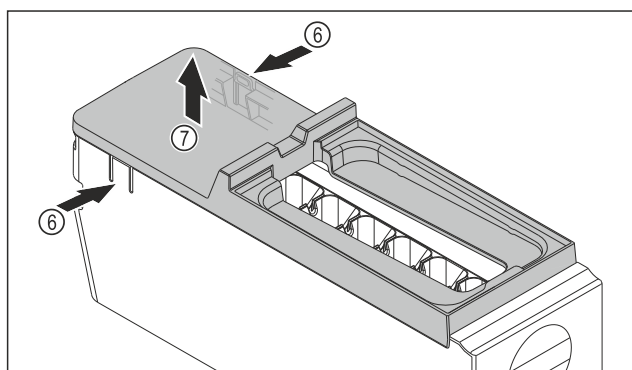

Fig. 146
- EasyTwist-Ice'i korpuse katte väljavõtmine: Vajutage ühe käega aasu Fig. 146 (6) EasyTwist-Ice'i korpuse mõlemal küljel.
- Võtke kate Fig. 146 (7) teise käega ülespoole välja.